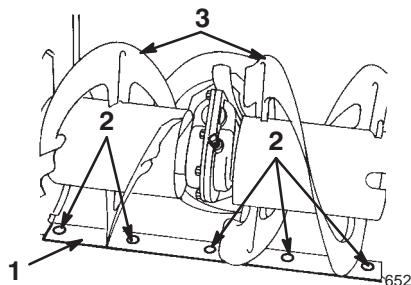

Figure 26
1. Patin (2)
2. Ecrous à bride (4)
3. Côté du carter de tarière (2)
6. Placez un support sous *les lames de la tarière* pour qu'elles se trouvent à 3 mm du sol (Fig. 26).
8. Pour corriger la position de la lame racleuse, desserrez les 5 vis de montage (Fig. 26), mettez la lame de niveau à la hauteur voulue et resserrez les vis.